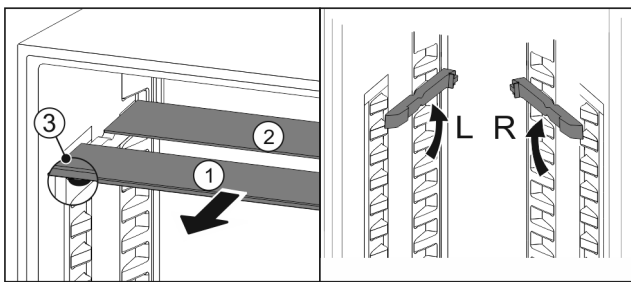

Fig. 69
- ▶ Vytiahnite sklené dosky jednotlivo dopredu Fig. 69 (1).
- ▷ Sklená doska Fig. 69 (1) s ozdobnou lištou leží vpredu.
- ▷ Zarážky Fig. 69 (3) ukazujú nadol.